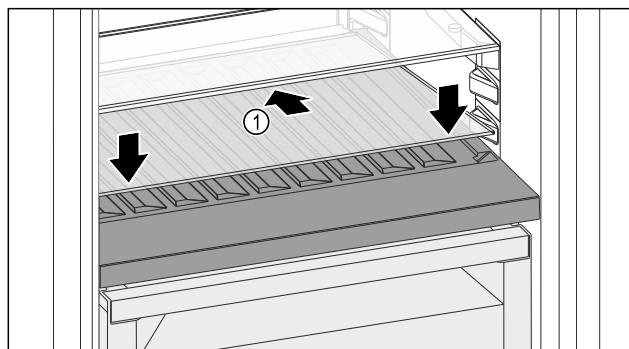

Fig. 182
- Nasadte sklenú dosku Fig. 182 (1) šikmo a naklonenú smerom dozadu nadol.
- Spustite sklenú dosku Fig. 182 (1) vpredu.